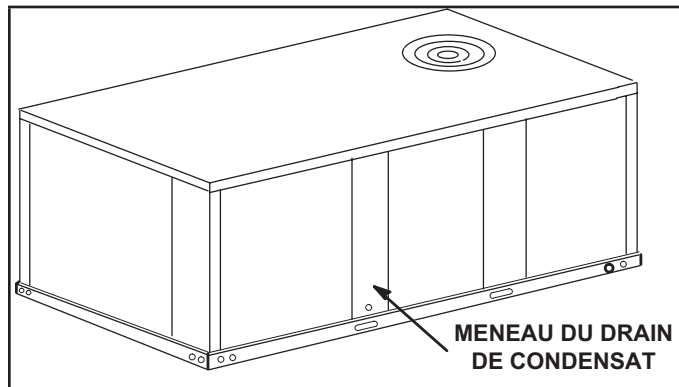

FIGURE 8
- 1 - Retirer le meneau d'évacuation du condensat. Voir FIGURE 8. Retirer les deux panneaux de chaque côté du meneau.
- 1 - Retirer le meneau de drainage du condensat. Voir FIGURE 8.